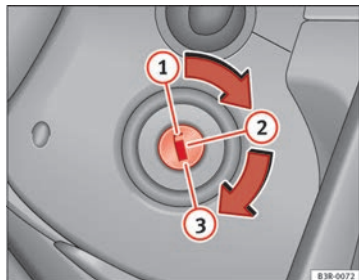

Fig. 147 Posiciones de la llave
- Gire la llave a la posición ① ⇒ fig. 147.